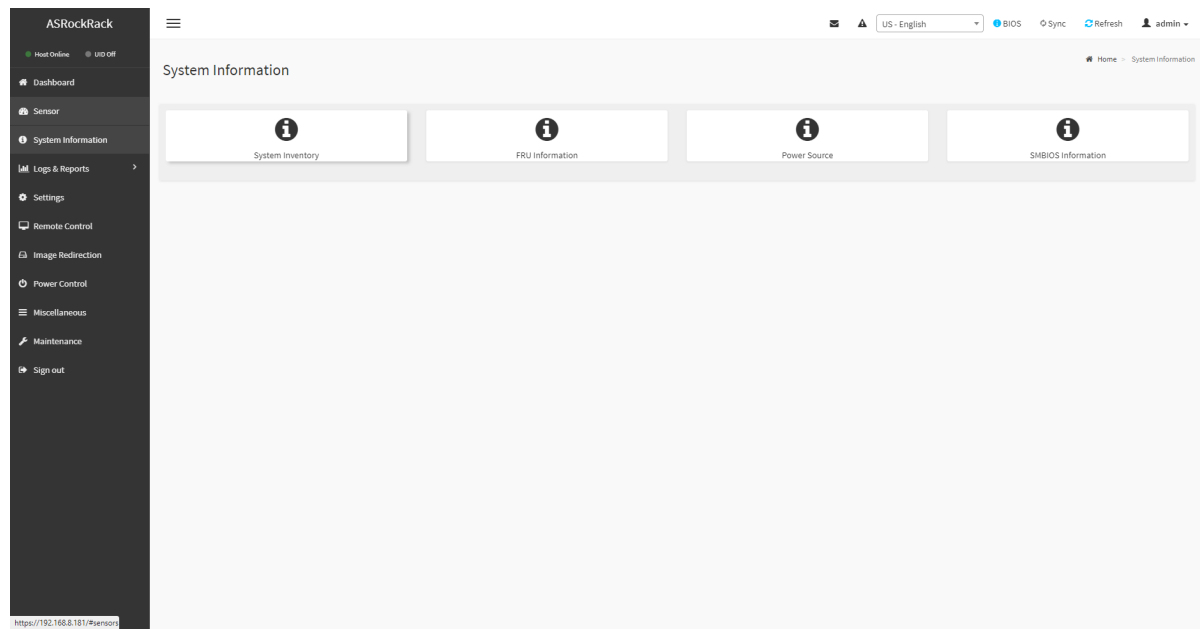
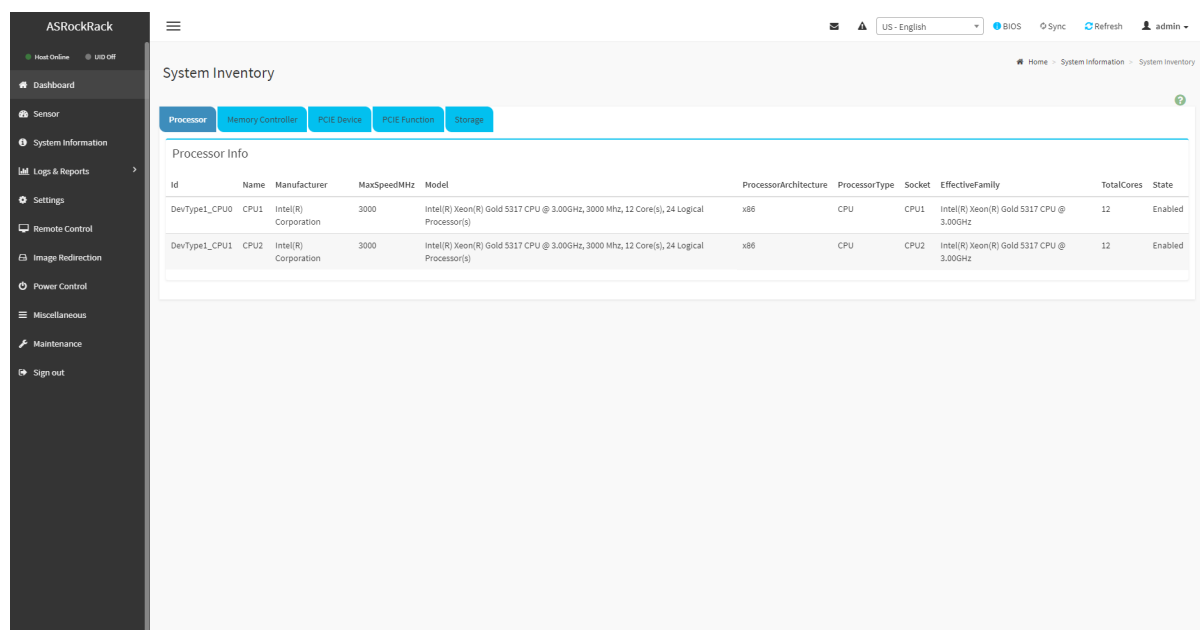

Рис. 79. Окно «System Information»
Рис. 80. Окно «System Inventory»
- 9) Пройдите во вкладку «System Information» в данной вкладке представляется информация об устройствах сервера, включая информацию о сервере, информации о FRU, мощности и SMBIOS . Окно показано на рис. 79 Окно «System Information» и включает следующие окна: Окно «System Inventory» показано на рис. 80 Окно «System Inventory», окно «FRU Information» показано на рис. 81 Окно «FRU Information», окно «Power Source» показано на рис. 82 Окно «Power Source», окно «SMBIOS Information» показано на рис. 83 Окно «SMBIOS Information».